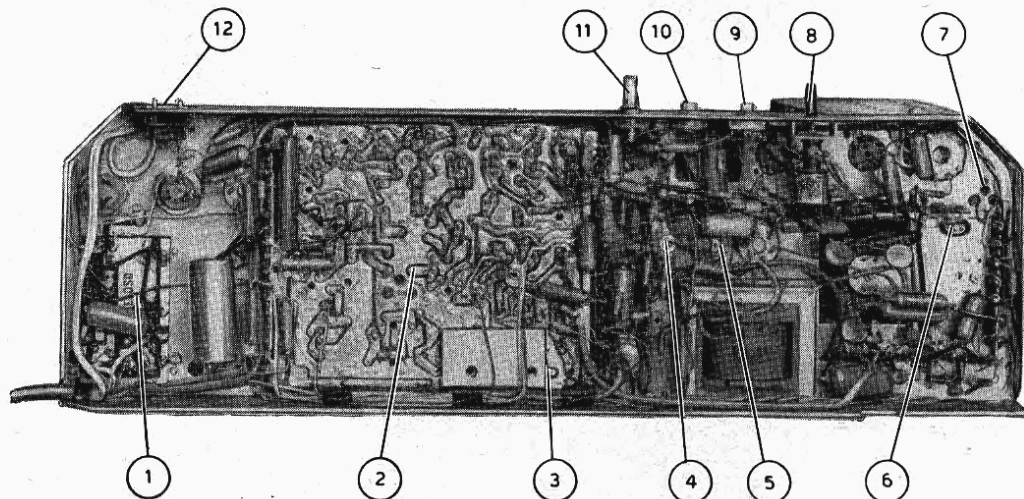

Fig. 9 - Vista inferiore telaio.
Per ottenere una giusta regolazione dell'ampiezza orizzontale occorre regolare il potenziometro da 0,5 M Ω R 550 (situato sotto il telaio, fig. 9) in modo da ottenere, sul terminale 5 del trasformatore di riga, una tensione rialzata di $800 \div 850 V$ (DC).
Regolare il nucleo della L 503 (bobina di linearità situata entro la gabbia EAT, fig. 9) per ottenere la giusta linearità dell'immagine in senso orizzontale. Segnale campione in antenna: monoscopio RAI oppure segnale a scacchi o a reticolo fornito da un opportuno generatore.
semifisse della linearità verticale; una, R 524, è accessibile mediante cacciavite, sul retro del televisore e la sua regolazione agisce sulla parte superiore del quadro. La seconda regolazione, R 516 (fig. 9 e 10), agisce sulla parte centrale del quadro e la sua corretta regolazione è effettuata in sede di collaudo oppure quando si provvede alla sostituzione della PCL 85 (PCL 805) (V 501).